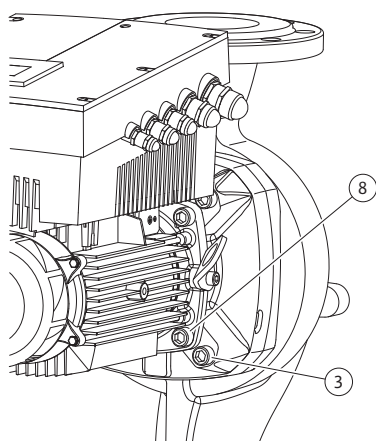

Fig. 50: Fijación opcional del juego de introducción
11. Afloje los tornillos (Fig. 7, pos. 3) y retírelos. Los tornillos exteriores (Fig. 50, pos. 3) se retiran en función del tipo de bomba. A pesar de haber retirado los tornillos, el juego de introducción (véase Fig. 13) permanece seguro en la carcasa de la bomba; tampoco existe peligro de vuelco si el eje del motor está en posición horizontal.
16. Según el tipo de bomba, afloje los tornillos (Fig. 7, pos. 10) o los tornillos (Fig. 50, pos. 8).
22. Desplace la linterna cuidadosamente por el eje y colóquela en la posición anterior, o en una nueva posición deseada en ángulo con respecto a la brida del motor. Al hacerlo, observe las posiciones de montaje admisibles de los componentes (véase el capítulo 7.1 "Posiciones de montaje admisibles y modificación de la disposición de los componentes antes de la instalación" en la página 214). Fije la linterna a la brida del motor con los tornillos (Fig. 7, pos. 10) **o**, en el caso de los tipos de bomba/linterna (Fig. 50), con los tornillos (Fig. 50, pos. 8).